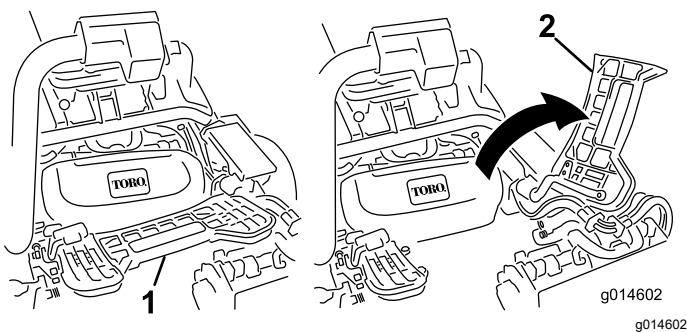

Figura 47
1. Ridicai suportul pentru picioare și balansează-l pentru a-l deschide, permițând accesul la poziția centrală a unității de tăiere (Figura 47).